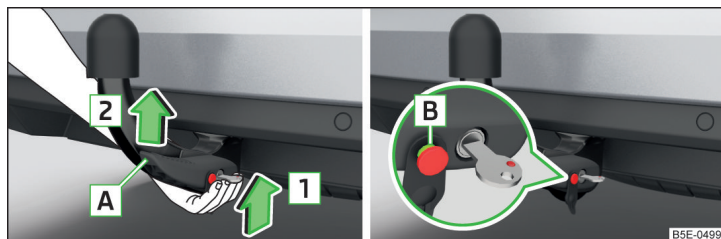

Fig. 189 Colocar barra de cabeza esférica / perno de desbloqueo en el estado desplegado
- Agarre la barra de cabeza esférica **desde abajo** » fig. 189 y encájela en la cavidad de alojamiento siguiendo el sentido de la flecha **[1]** hasta que se encastre de forma audible » **!**.